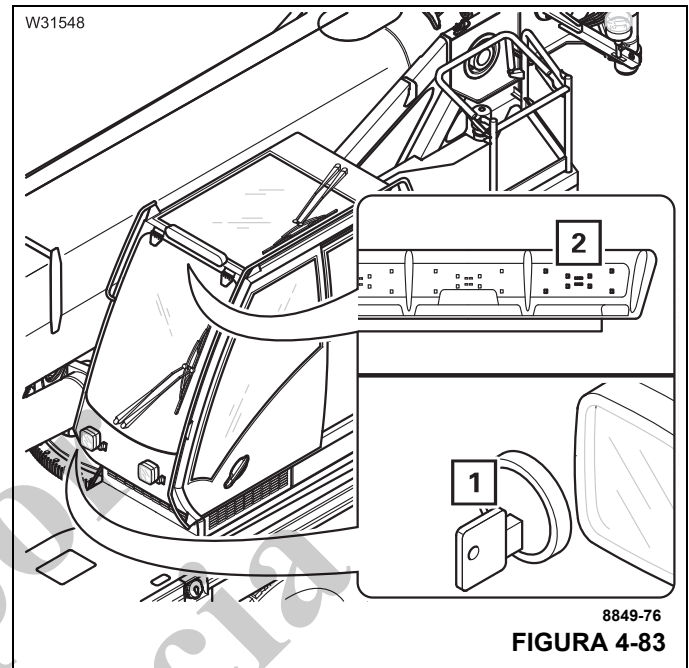

FIGURA 4-83
- Inserte la llave en el interruptor de llave (1, Figura 4-83).
- La pantalla de estado (2) destella de color rojo.